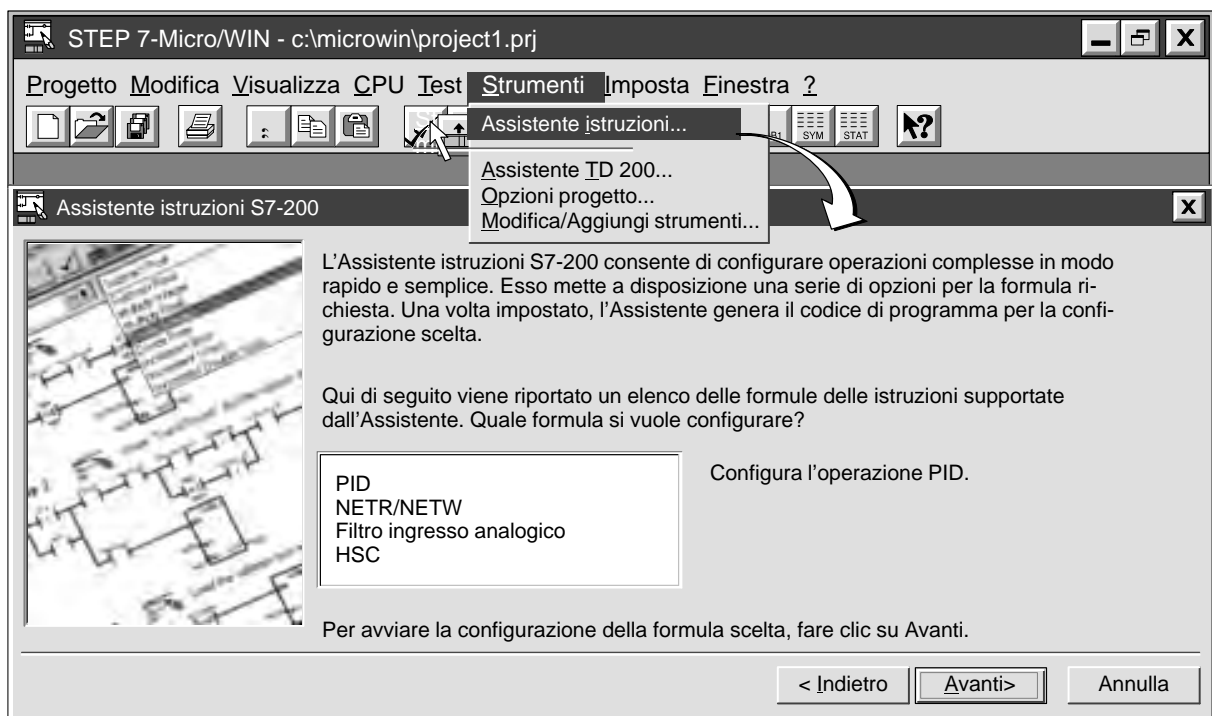

Figura 5-13 Utilizzo dell'Assistente istruzioni S7-200
1. Selezionare il comando di menu **Strumenti ► Assistente istruzioni...** come indicato nella figura 5-13.